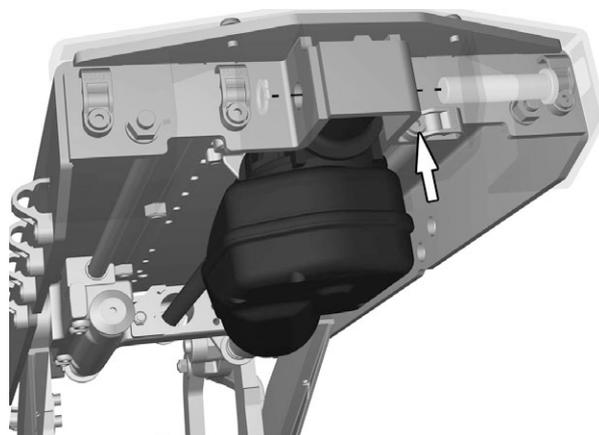

Abbildung 100. Sicherungsring und Achse, die das hintere Ende der Stellvorrichtung und die Schraube, die die Kabelhalterung hält, abmontieren.
4. Schraube abmontieren, die die Kabelhalterung hält. Siehe Abbildung. 100. Kabel am Kabelanschluss teilen.
5. Sicherungsring und Achse, die das hintere Ende der Stellvorrichtung hält, abmontieren. Siehe Abbildung. 100.